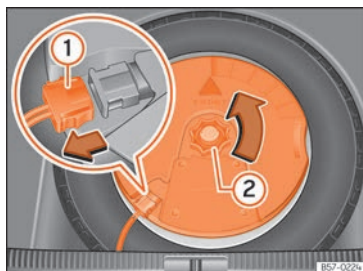

Abb. 218 Im Gepäckraum: Subwoofer ausbauen.
- Ziehen Sie das Subwoofer-Lautsprecherkabel heraus ►► (Abb. 218) ①.
- Drehen Sie das Befestigungshandrad entgegen dem Uhrzeigersinn heraus ►► (Abb. 218) ②.